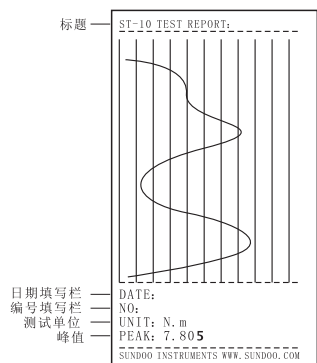

图 1
- 1、当串口输出模式设定为Pr.1时，为输出至微型打印机打印单次测试值曲线。按下“”键，液晶显示屏显示“Print”，同步打印测试曲线，打印样张（第12页图1）。